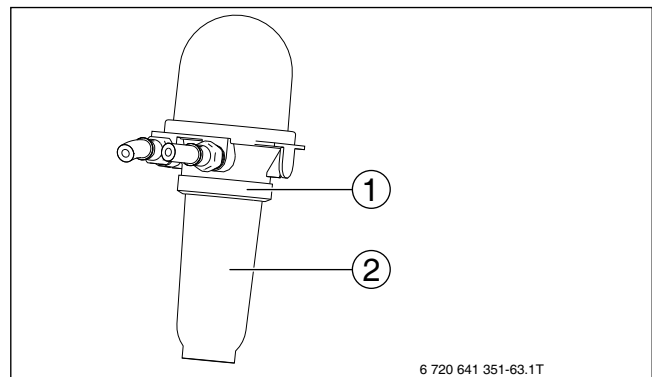

Bild 97 Filtertasse entfernen
- ▶ Überwurfmutter (→ Bild 97 [1]) entfernen.
- ▶ Filtertasse (→ Bild 97, [2]) abnehmen.
- ▶ Filtertasse mit Überwurfmutter (→ Bild 97, [1] und [2], Seite 54) montieren.